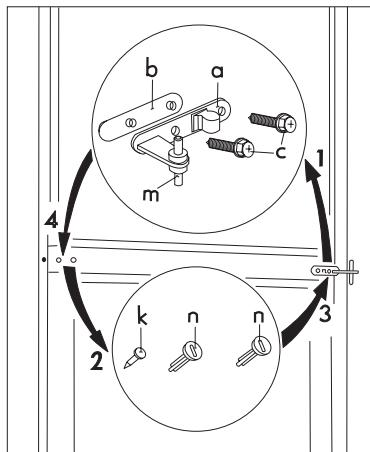

bild 3.
trinnvis fra selve apparatet. Ikke glem å fjerne avstandsstykket i plast (b) fra under dørfestet (fig.3).
- Fjern panelbolten til venstre på det doble dørfestet (3 deler, n, k) og flytt det over til den andre siden (fig. 3).
- Demonter dørens låseelementer (u, v) ved å skru ut skruen (s) (fig. 3).
- Sett bolten for det doble dørfestet (m) inn i det venstre hullet på døren til fryseren (fig. 3).